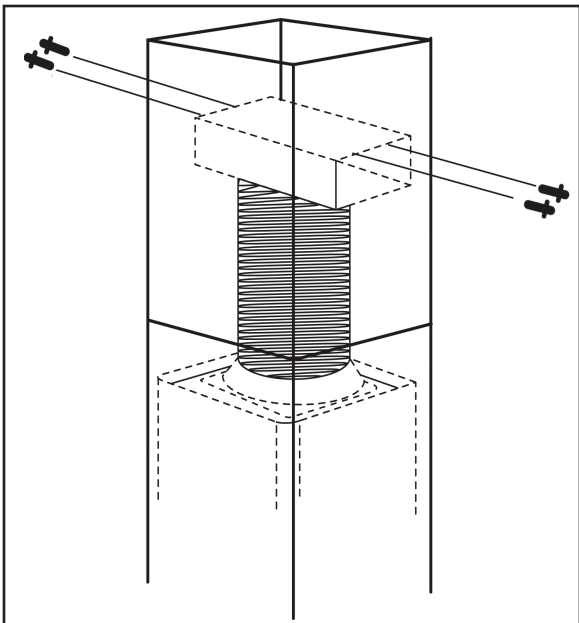

Figure 3
- a) Ajuster la longueur du tube d'extension et mettre la cheminée sur le corps, puis fixer la boîte de recirculation à l'intérieur de la cheminée à l'aide de 4 vis. Voir la figure 3.